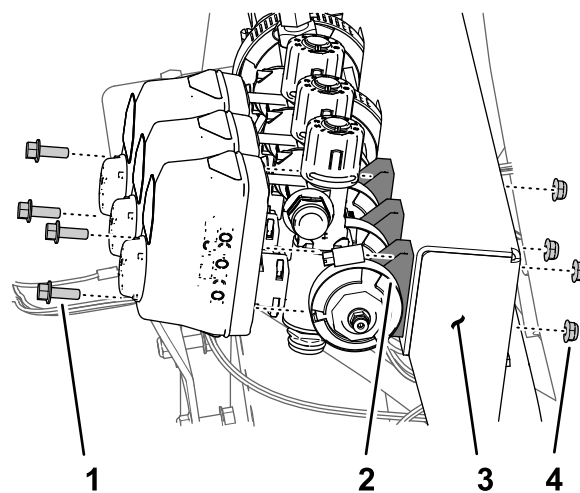

Figura 68
1. Retire los 2 pernos con arandela prensada ($\frac{1}{4}$ " x $\frac{3}{4}$ ") y 2 contratuercas ($\frac{1}{4}$ ") que sujetan la válvula de sección del brazo izquierdo al soporte del distribuidor (Figura 68).
2. Retire los 2 pernos con arandela prensada ($\frac{1}{4}$ " x $\frac{3}{4}$ ") y 2 contratuercas ($\frac{1}{4}$ ") que sujetan la válvula de sección del brazo derecho al soporte del distribuidor (Figura 68).
3. Retire la abrazadera de brida (40 mm – 64 mm (1-9/16 – 2½")) y la junta ((25 mm x 35 mm (1" x 1⅜")) que fijan la brida de la válvula de sección izquierda al adaptador (Figura 68).